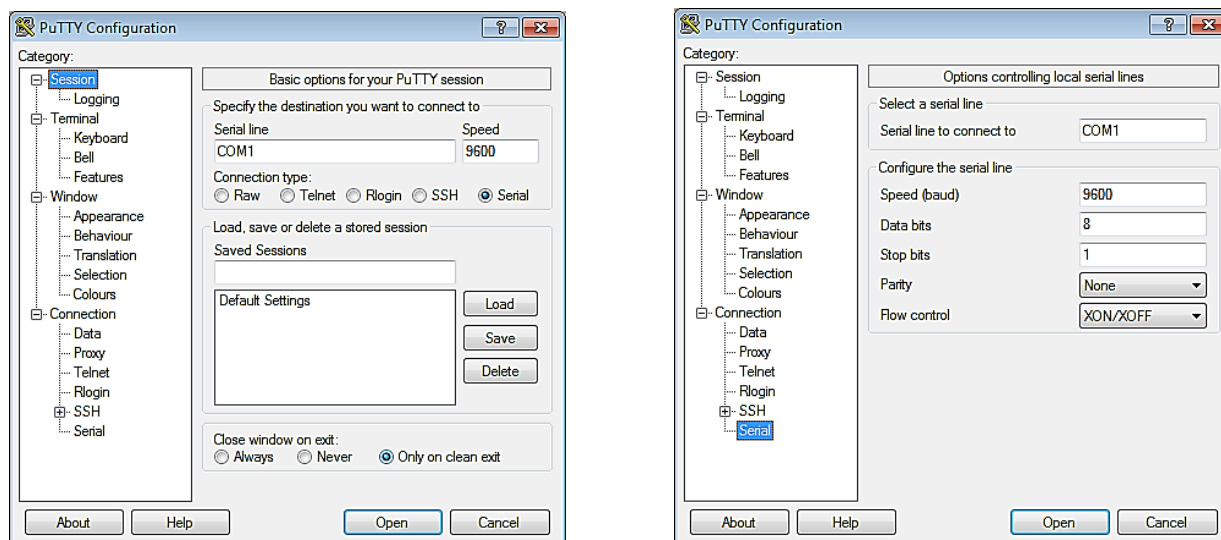

Figure 8-1 : Interface utilisateur graphique (GUI) PuTTY : session série de base (G) et options sérieles (R)
Pour utiliser **PuTTY** pour ouvrir une session sur un appareil à distance, afficher l'application en double-cliquant sur son icône. Vous verrez la fenêtre principale telle qu'indiquée à l'image de gauche de la figure 8-1.
l'image **gauche** de la figure 8-1 mais vous pourrez spécifier la ligne sérieuse à utiliser (si votre ordinateur en offre plus qu'une) et à quelle vitesse (débit en bauds) utiliser pour transférer les données. Pour les options additionnelles de configuration (bits de données, bits de fin, parité, contrôle du débit), vous pouvez utiliser le panneau **Serial Configuration (Configuration sérieuse)** (image de **droite** de la figure 8-1) en sélectionnant « Serial » (Sériel) à la fenêtre de navigation de gauche.
Pour que vous n'ayez pas à saisir ces coordonnées chaque fois que vous souhaitez connecter à votre serveur, vous pouvez sauvegarder cette configuration en tapant le *nom* approprié dans la boîte de texte **Saved Sessions (Sauvegarder les sessions)** à la fenêtre « Basics Options » (Options de base) de PuTTY (image de gauche de la figure 8-1) et puis en cliquant sur le bouton **Save (Sauvegarder)**. Ultérieurement, vous pouvez sélectionner le *nom* que vous choisissez dans la boîte de listes et cliquer sur le bouton **Load (Charger)** pour initier cet configuration particulière.
2. Au bas du la boîte de dialogue Basic Options (Options de base) (image gauche de la figure 8-1) à la section identifiée Close window on exit (Fermer la fenêtre en quittant), sélectionner le bouton radio Never (Jamais). Ceci gardera la fenêtre ouverte après que la commande ait été exécutée pour que vous visionniez tous les résultats à la fenêtre du terminal.